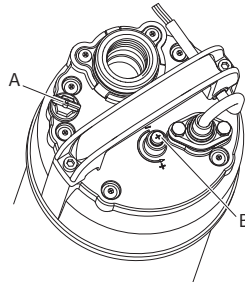

Fig. 6: Pompa üst parçası
**DUYURU:** Pompanın üst gövde kısmında otomatik hava tahliyesi için bir valf bulunmaktadır (Fig. 6, poz. **A**). Bu valf, pompanın kısa sürede dolum yapabilmemesini sağlamaktadır.